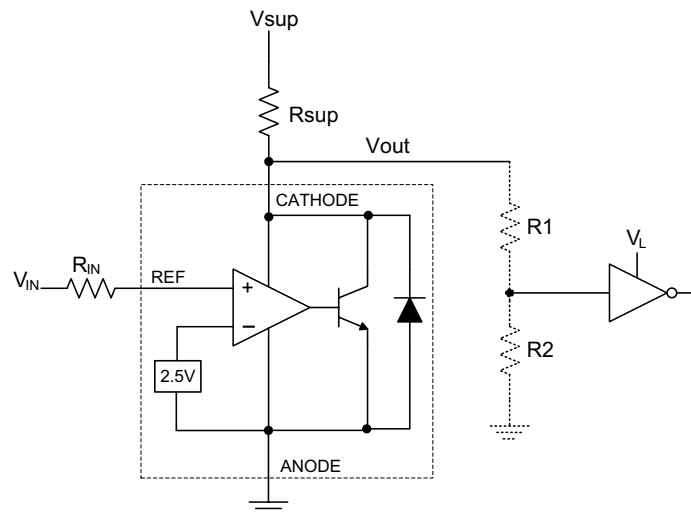
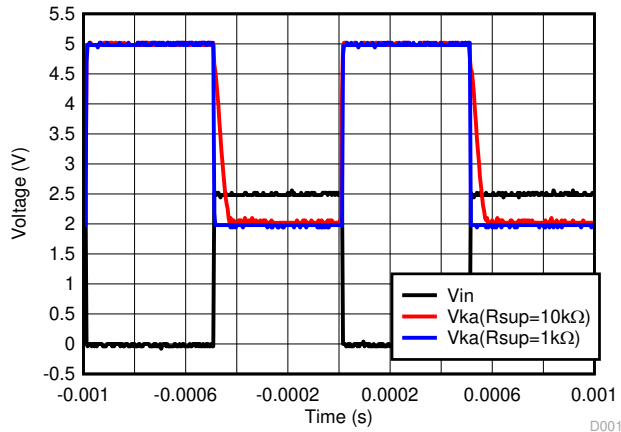

图 9-1. 比较器应用原理图
图 9-2. 各种阴极电流情况下的输出响应
当 TL43xx 的阴极/输出电压或电流未以任何形式馈送回基准/输入引脚时，该器件便是处于开环状态。在向该器件施加合适的阴极电流 ( $I_{KA}$ ) 后，TL43xx 将会具有图 9-2 中所示的特性。这种配置具有如此高的增益，因此 TL43xx 通常用作比较器。TL43xx 具有集成的内部基准，因此，当用户想要监控单个信号的某个电平时，该器件便成为了他们的理想选择。
在 图 9-1 所示的配置中，TL431 将作为比较器，将 VREF 引脚电压与内部虚拟基准电压进行比较。在获得合适的阴极电流 (IK) 时，TL43xx 将具有足够的开环增益来提供快速响应。图 9-2 展示了这种情况，其中 RSUP=10k $\Omega$  (IKA=500 $\mu$ A) 的情况要比 RSUP=1k $\Omega$  (IKA=5mA) 时的响应速度慢得多。在 Imin 附近及以下运行可能会导致增益较低，从而导致响应速度缓慢。
如图 9-2 中所示，TL431 在开环/比较器模式下的输出低电平电压大约为 2V，这通常已经足够支持 5V 的供应逻辑。但却无法支持 3.3V 和 1.8V 的供应逻辑。为了适应这种情况，可以在输出端连接一个电阻分压器，以将输出电压衰减到方便低电压逻辑接收器件读取的电压。
当在输出端上使用电阻分压器时，务必要使电阻分压器（图 9-1 中的 R1 和 R2）之和远高于  $R_{SUP}$ ，以免影响 TL431 在关闭时将电压拉近至  $V_{SUP}$  的能力。